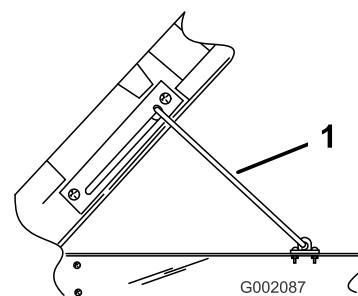

Figura 15
2. Prenda a caixa com a barra de apoio na ranhura de bloqueio (Figura 15).